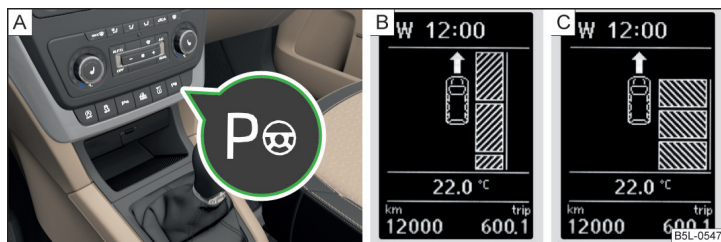

Fig. 141 Touche système/affichage sur le visuel
Le voyant **P** » fig. 141 à la page 159 - **A** dans la touche s'allume quand le système est activé.
- Appuyez **une fois** sur la touche **P** » fig. 141.
S'affiche alors sur le visuel » fig. 141 - **B**.
- Appuyez **deux fois** sur la touche-symbole **P** » fig. 141.
S'affiche alors sur le visuel » fig. 141 - **C**.
- Appuyez **une fois** sur la touche de symbole  » fig. 141 à la page 159.